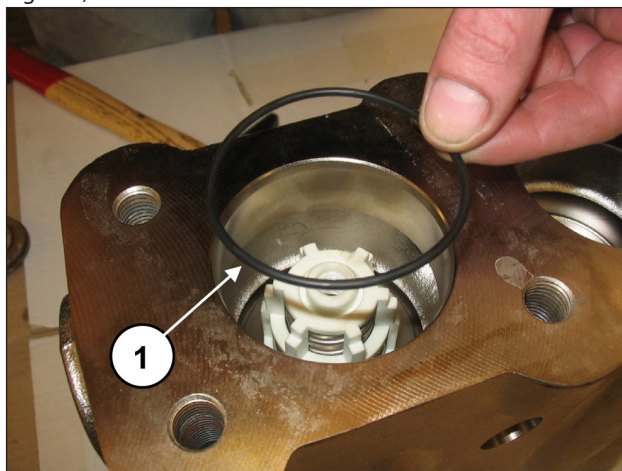

Fig. 121
Introducir la junta tórica, pos. dibujo desglosado 19 (pos. ①, Fig. 121).